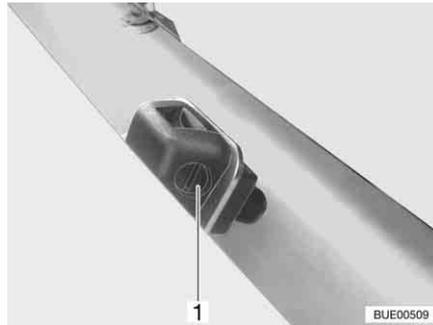

Fig. 42 Gicleur lave-glace
- Avec un tournevis adéquat, tourner la vis de réglage (Fig. 42,1), jusqu'à obtenir la position souhaitée.